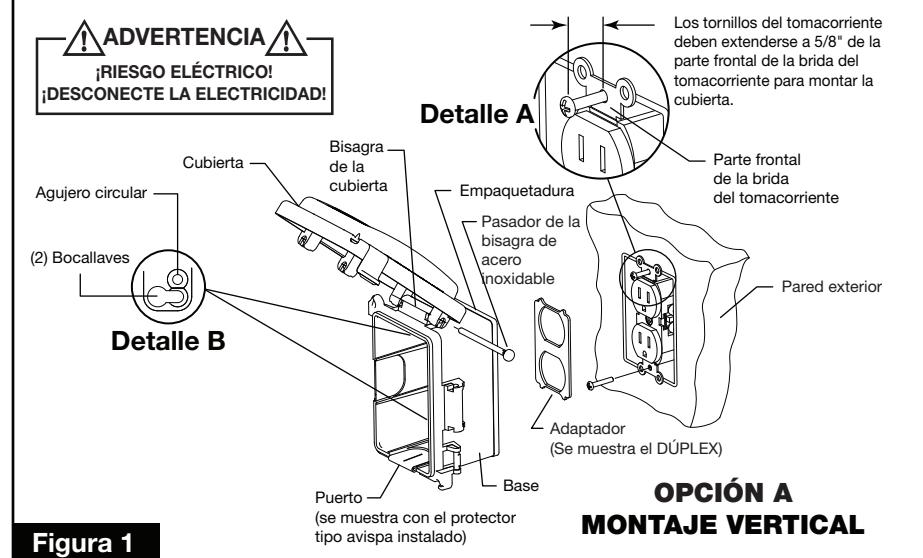
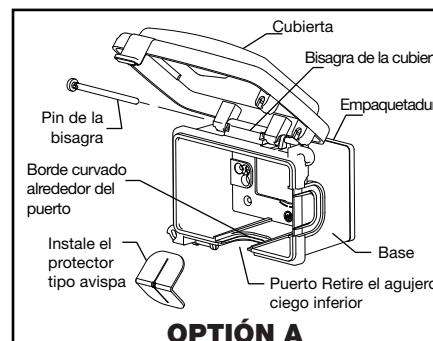

Figura 1
Figura 2
*Use para montaje a ras e instalaciones de caja para lugares húmedos. Fije la BASE usando los tornillos del tomacorriente.* Montaje vertical (Figura 1) o montaje horizontal (Figura 2).
**NOTA:** Posicione la BASE con la BISAGRA DE LA CUBIERTA en la parte superior y el PUERTO abierto en la parte inferior. Instale el tomacorriente en la caja insertando sin apretar los tornillos del tomacorriente en la caja. Enrosque los tornillos hasta que las cabezas se extiendan a 5/8" de la parte frontal de la brida del tomacorriente (Figura 1, Detalle A). Presione los pinos del adaptador dentro del tomacorriente o interruptor (Figuras 4 y 5). Coloque las bocallaves de la BASE sobre el tomacorriente/ o / tornillos del interruptor (Figura 1, Detalle B). Asegúrese de que la junta recubra los bordes de la caja y apriete los tornillos para asegurar la BASE.
**OPCIÓN C: Instalación alternativa con interruptor con detección de falla a tierra - GFCI (no ilustrada).** Verifique que el GFCI esté asegurado firmemente a la caja. Inserte (2) tornillos (suministrados) a través de los agujeros CIRCULARES superiores e inferiores (Figura 1, Detalle B) de la BASE en los agujeros roscados del GFCI. Asegúrese de que la junta recubra los bordes de la caja y apriete los tornillos para asegurar la BASE. Vea los pasos 5, 6 y 7.